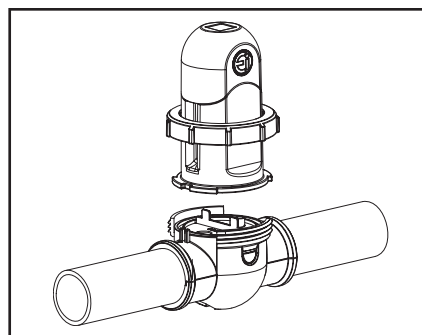

Figura 26. Removiendo la celda
5. Retire la celda (ver Figura 26).